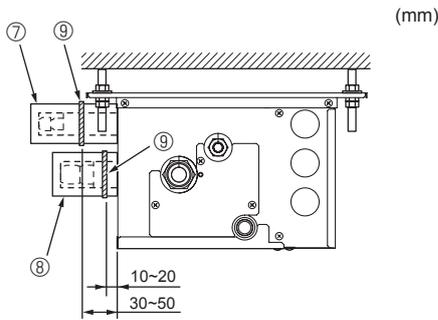

Fig. 7-4
► Χρησιμοποιήστε τις ακόλουθες διαδικασίες για τα μέρη του κουτιού διακλάδωσης που δεν είναι συνδεδεμένα σε εσωτερική μονάδα. (Fig. 7-4)
- (1) Για να αποφύγετε τις διαρροές ψυκτικού, βεβαιωθείτε ότι τα περικόχλια εκχείλωσης βιδώνονται σύμφωνα με τις καθορισμένες ροπές σύσφιξης* στον Πίνακα 3.
- (2) Για να αποφευχθούν φαινόμενα συμπύκνωσης, εγκαταστήστε τα καλύμματα των σωληνώσεων ⓑ ⓓ και σφίξτε τα με τις παρεχόμενες ταινίες ⓔ.